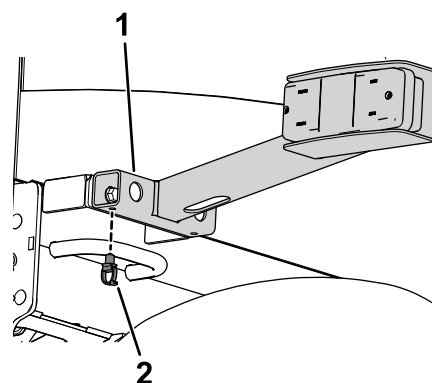

**Figur 16**
5. Før ledningsnettet til maskinens venstre side som vist i Figur 16.
6. Tilslut ledningsnettets jordforbindelsesben til motorblokken (Figur 16).
7. Tilslut ledningsnettet til højre og venstre baglygte (Figur 16).
9. Brug det lange adapterkabel til at tilslutte ledningsnettet til nummerpladelygterne. (Figur 16 og Figur 18).
10. Fortsæt føringen af ledningsnettet langs den højre stelvange (Figur 16).
11. Tilslut ringklemmen til startgeneratoren (Figur 16).
12. Tilslut ledningsnettet til det roterende blinklys (Figur 16).
13. Tilslut ledningsnettet til neutralkontakten (Figur 16).